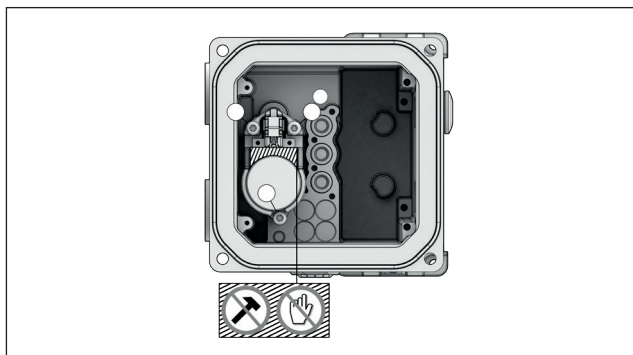

Fig. 80. NDX_511_ e NDX_512_
- Puxe o pré-estágio cuidadosamente. Recomenda-se usar um alicate para agarrar as ranhuras nas laterais do pré-estágio. Tenha cuidado para não tocar nas partes móveis do pré-estágio. (Fig. 80)